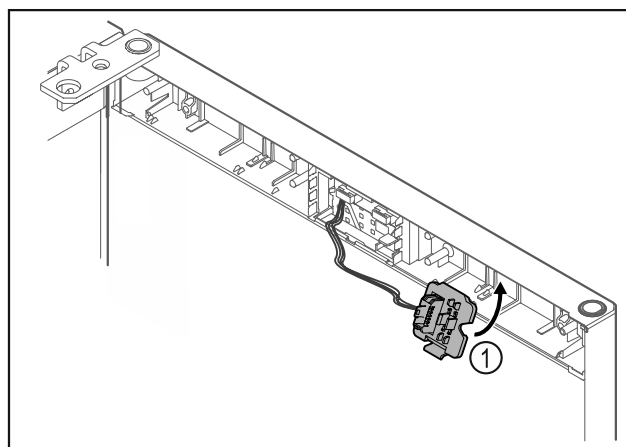

Fig. 22
- ▶ Uglavite držač utikača Fig. 22 (1) na suprotnu stranu.